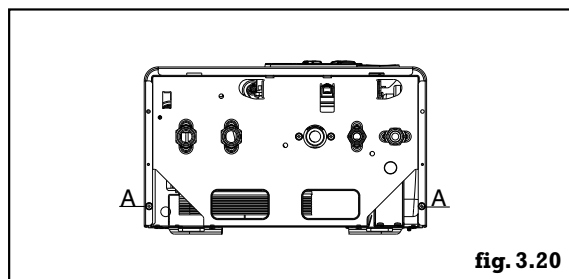

fig. 3.20
- retirer les 2 vis (A) de fixation de l'habillage (fig. 3.20)